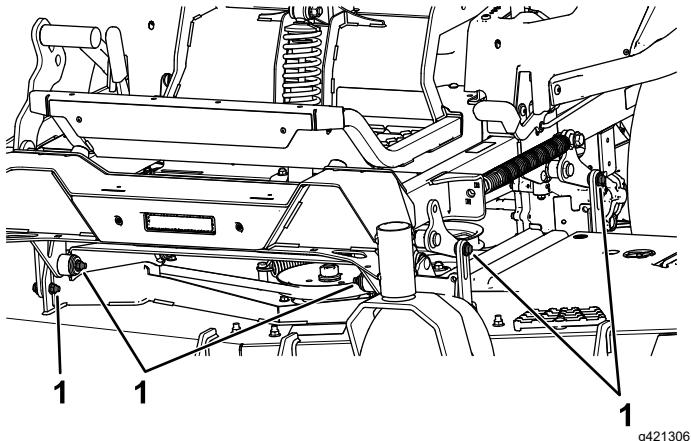

Figura 95
7. Retire y guarde los pernos y las tuercas de ambos lados de la máquina (Figura 95).